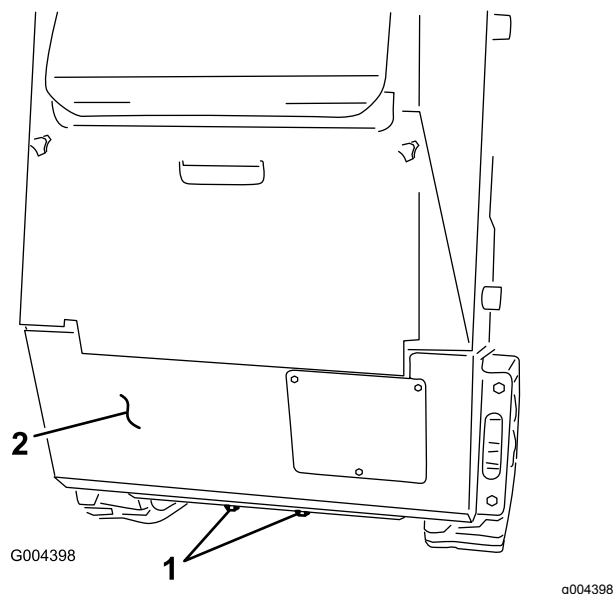

Figura 2
1. Compruebe y apriete los 2 pernos inferiores que sujetan el panel trasero inferior al bastidor (Figura 2).